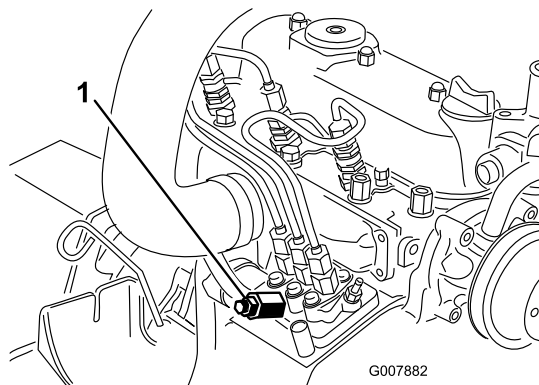

Рисунок 32
3. Поместите ветошь под продувочный винт топливного насоса высокого давления (ТНВД) и откройте его (Рисунок 32).